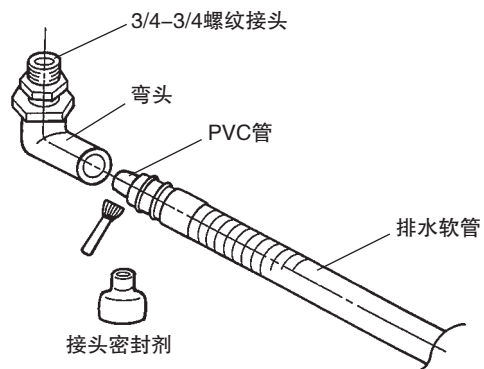

图7
5)如图7所示，使用接头密封剂(PVC用)将附带PVC管(附件)的排水软管与弯头连接到一起。可根据主排水口的位置将排水管剪切到合适的长度。